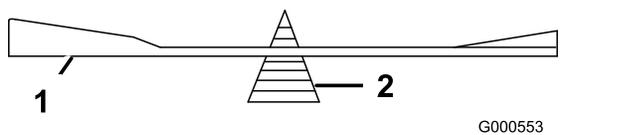

Рисунок 91
2. Проверьте балансировку ножа с помощью балансирующего устройства для ножей (Рисунок 91).